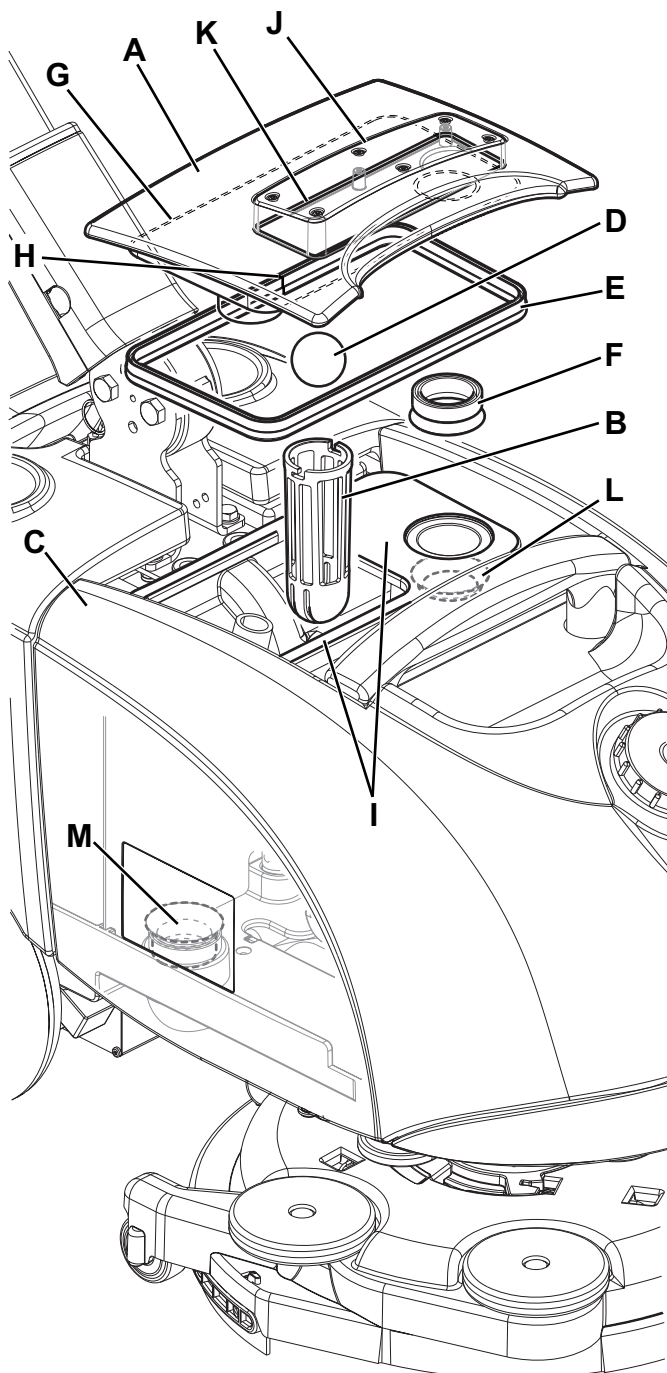

Figure 7
2. Contrôler que la manette (31) du sélecteur de fonctions soit en position « 0 » et débrancher le connecteur de la batterie (7).
3. Déposer le couvercle (A, Fig. 7), puis nettoyer et laver à l'eau propre le couvercle et la grille d'aspiration (B).
4. Vider l'eau des réservoirs (C) et les nettoyer.
5. Si besoin est, démonter la grille (B) et enlever le flotteur (D), puis nettoyer avec soin et installer à nouveau.
6. Contrôler l'intégrité des joints (E) et (F) du couvercle.